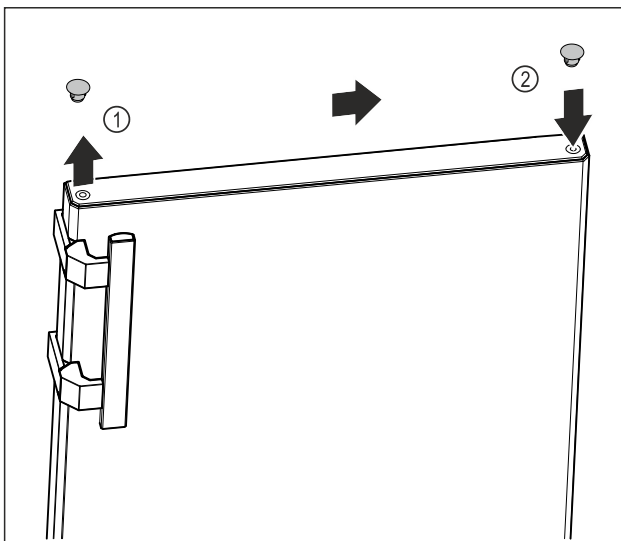

Fig. 17
- ▶ Pomocí plochého šroubováku opatrně zvedněte krycí zátku na horní straně dvířek Fig. 17 (1).
- ▶ Zasuňte krycí zátku na opačné straně. Fig. 17 (2)